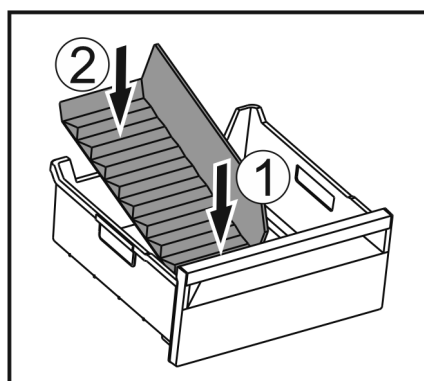

Fig. 154
- ▶ Umetnite prednji dio pregrade ladice za led. Fig. 154 (1)
- ▶ Spustite stražnji dio pregrade ladice za led do dna ladice. Fig. 154 (2)